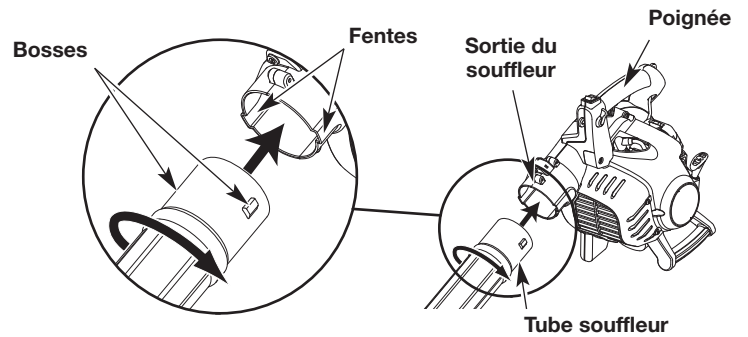

Fig. 1
1. Alignez les bossés de l'extrémité supérieure du tube du souffleur avec les fentes de la sortie du souffleur (Fig. 1).
2. Insérez le tube du souffleur dans la sortie du souffleur (Fig. 1).
3. Tout en maintenant la poignée, tournez le tube du souffleur dans le sens horaire jusqu'à ce qu'il se verrouille en place (Fig. 1).